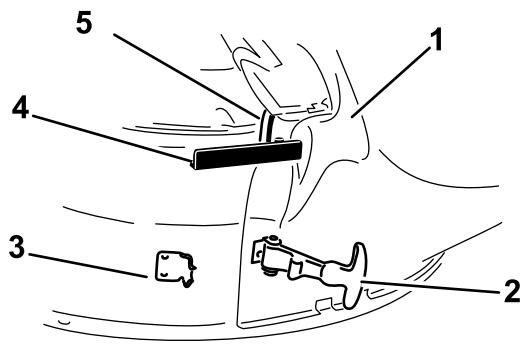

Bild 22
3. Befestigen Sie den Auswurfkanal am Mähwerk. Haken Sie den flexiblen Verschluss am Auswurfkanal an der Befestigungsklemme ein, der hinter der Öffnung am Mähwerk angeschweißt ist (Bild 22). Befestigen Sie den Befestigungshaken um die Gelenkstange, um die Auswurfkanal in der Stellung zu arretieren.